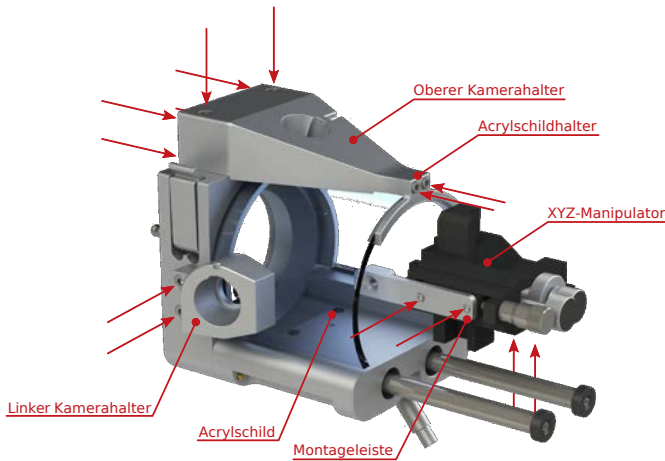

Abb. 6: Thermo Fisher Flex Ion Source ES072
- Entfernen Sie den Acrylschildhalter, den oberen und linken Kamerahalter, das Acrylschild, den XYZ-Manipulator und die daran angebrachte Montageleiste, indem Sie die in Abb. 6 angegebenen Schrauben lösen.